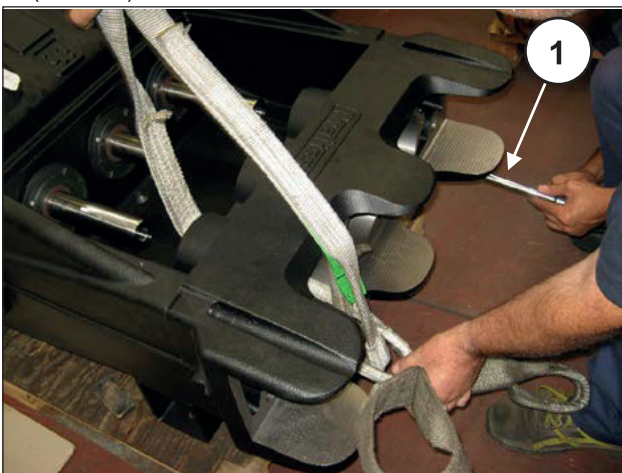
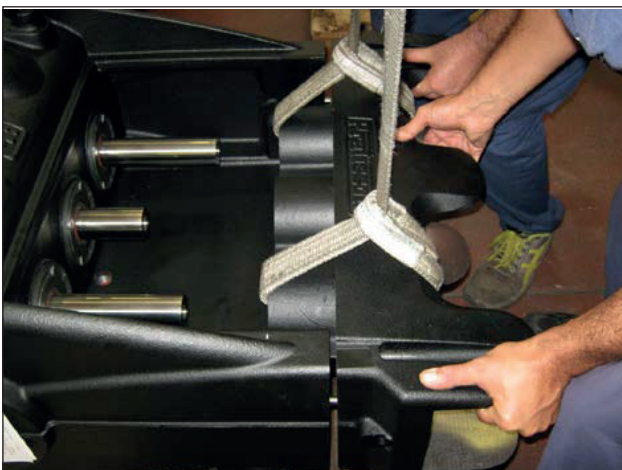

Abb. 171
Abb. 172
Lockern Sie zum Ausbau des Kopf-Distanzstücks die Schrauben M12x50 (Pos. ①, Abb. 171) schlagen Sie es mit geeigneten Gurten an und ziehen Sie es vom Pumpengehäuse ab (Abb. 172).